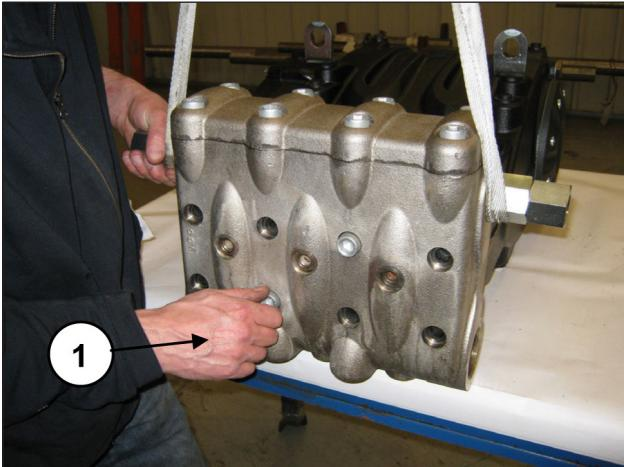
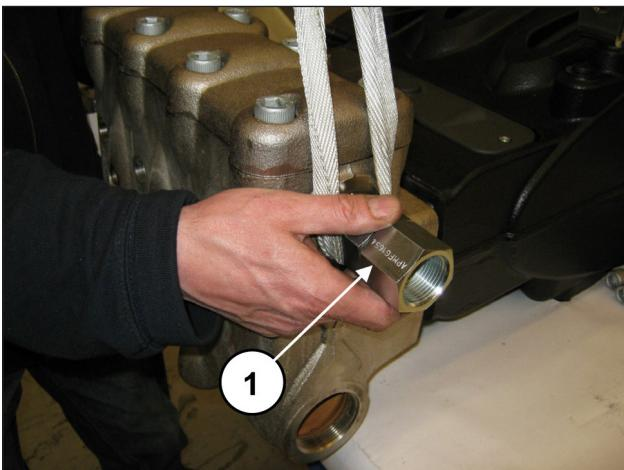

Abb. 107
Abb. 108
Sie können nun den Kopf vom Pumpengehäuse durch Lösen der 8 Schrauben M16x180 demontieren (Pos. ①, Abb. 107). Achten Sie beim Ausbau des Kopfs darauf, nicht gegen die Kolben zu stoßen (Pos. ①, Abb. 108).